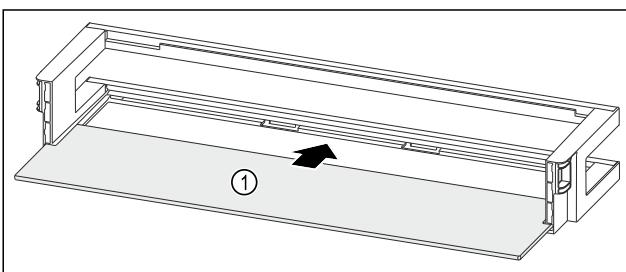

Fig. 119 Рафт на врата с рафт
- ▶ Вкарайте рафта Fig. 119 (1) в страничните прорези.